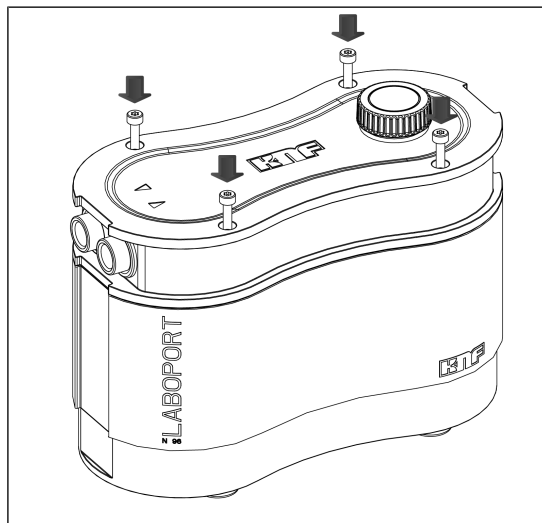

Abb.13: Gehäuseschrauben einschrauben
3. Schrauben Sie die vier Gehäuseschrauben (1) über Kreuz ein (Anzieh-Drehmoment: 190 – 200 Ncm) (siehe Abb. 13).